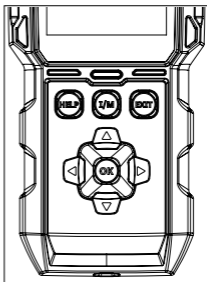

Figure 3.4.2
- La fonction Préparation I/M peut également être exécutée en appuyant sur le bouton de raccourci I/M. (Voir la figure 3.4.2)